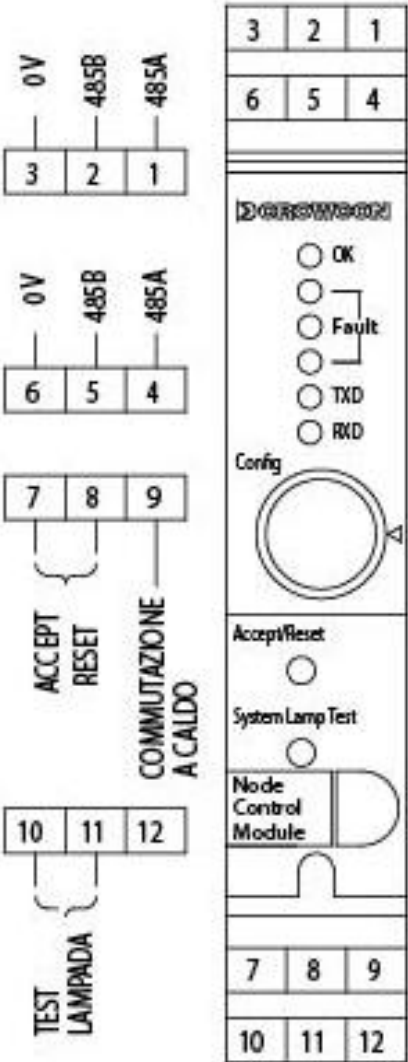

Figura 17: schema di cablaggio del modulo Controller nodo.
1. Per utilizzare la funzionalità Hot Swap, in modalità RUN collegare il morsetto 9 del Controller nodo al morsetto 12 (non tenuto su un canale). Vedere la Figura 17 in Appendice B. Durante lo Hot Swap (o sostituzione a caldo), l'avvisatore acustico suona ripetutamente e sul display di lettura compare la parola "Stop". Il sistema interrompe il monitoraggio ma i relè rimangono invariati.